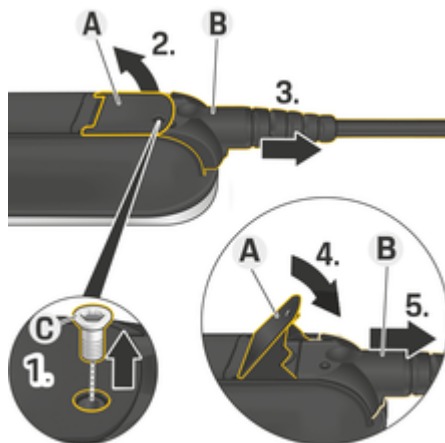

Fig. 28 Débranchement du câble
- 1. Desserrez la vis **C** (Fig. 28) à l'aide d'un outil approprié.
- 2. Levez le levier **A** (Fig. 28).
- 3. Sortez le connecteur **B** (Fig. 28) jusqu'au premier point de résistance.